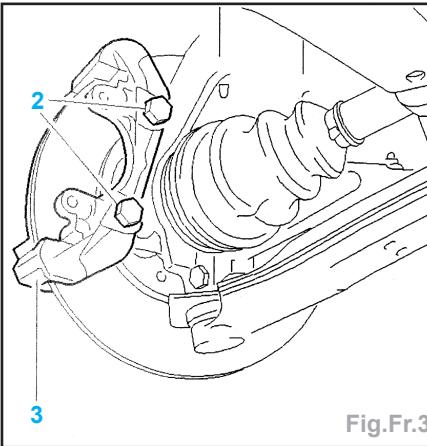

Fig.Fr.3
- Déposer les vis (2) et le support (3) (Fig.Fr.3).